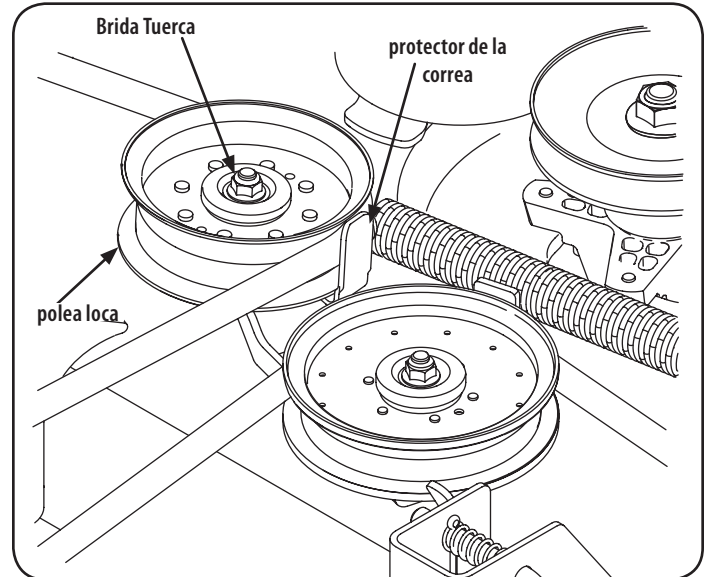

Figura 37
- a. Afloje, pero no quite, la polea loca móvil y protección de la correa por solo aflojar la tuerca de seguridad con brida de fijación de la polea loca para el brazo tensor. Ver Figura 37.
- d. Coloque la correa alrededor de las poleas locas que retiró en el paso 3. Una vez en su lugar, vuelva a apretar la tuerca de seguridad con brida de la polea tensora para asegurar el conjunto. Ver Figura 37.
- Retire las poleas móviles y protector de la correa en la polea izquierda quitando los tornillos hexagonales, gorra polea y las tuercas de brida que les sujetan el brazo tensor. Véase la Figura 37. No pierda el hardware al retirar el tornillo hexagonal, protector de la correa, la polea cap, espaciador, el espaciador de hombro y la tuerca de seguridad con brida.